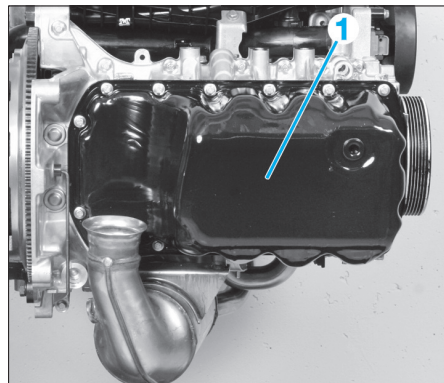

Fig. 30
- Déposer le carter d'huile (1) (Fig.30).